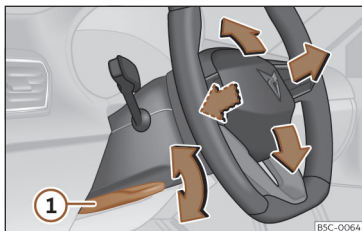

Fig. 8 Palanca en la parte inferior del lateral izquierdo de la columna de dirección.
- Tire de la palanca»» **fig. 8 1** hacia abajo, mueva el volante hasta la posición deseada y vuelva a subir la palanca hasta el punto de cierre.
- Tras ajustar la columna de la dirección, empuje firmemente la palanca»» **fig. 8 1** hacia arriba para que el volante no cambie de posición accidentalmente durante la marcha.